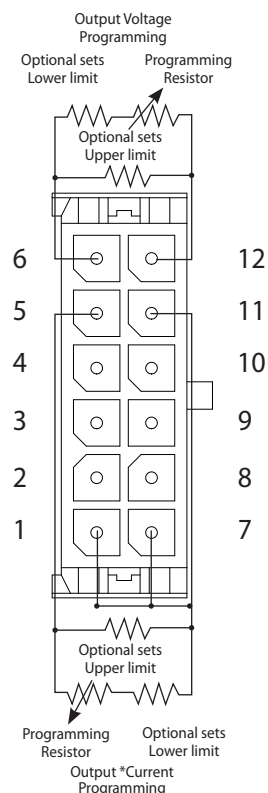

Рис.6-2: Подсоединение для программирования с помощью внешнего резистора
1. для режима внешнего программирования резистором выполните соединения как показано на рис. 6-2.